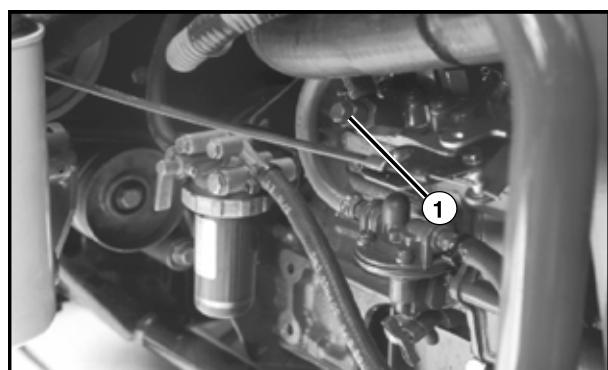

Fig. 9.15.2
4. Abra el orificio de ventilación en la parte superior del bomba de inyección exclusivamente cuando el motor NO esté funcionando (ver Fig. 9.15.2).